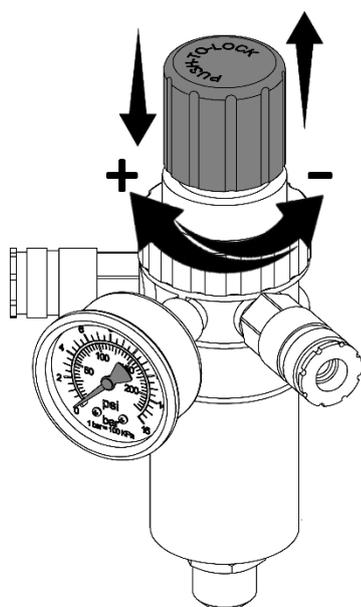

Рисунок 7
7.3.1 Настройка давления в подсоединенных пневматических инструментах регулятором давления осуществляется следующим образом (рисунок 7):